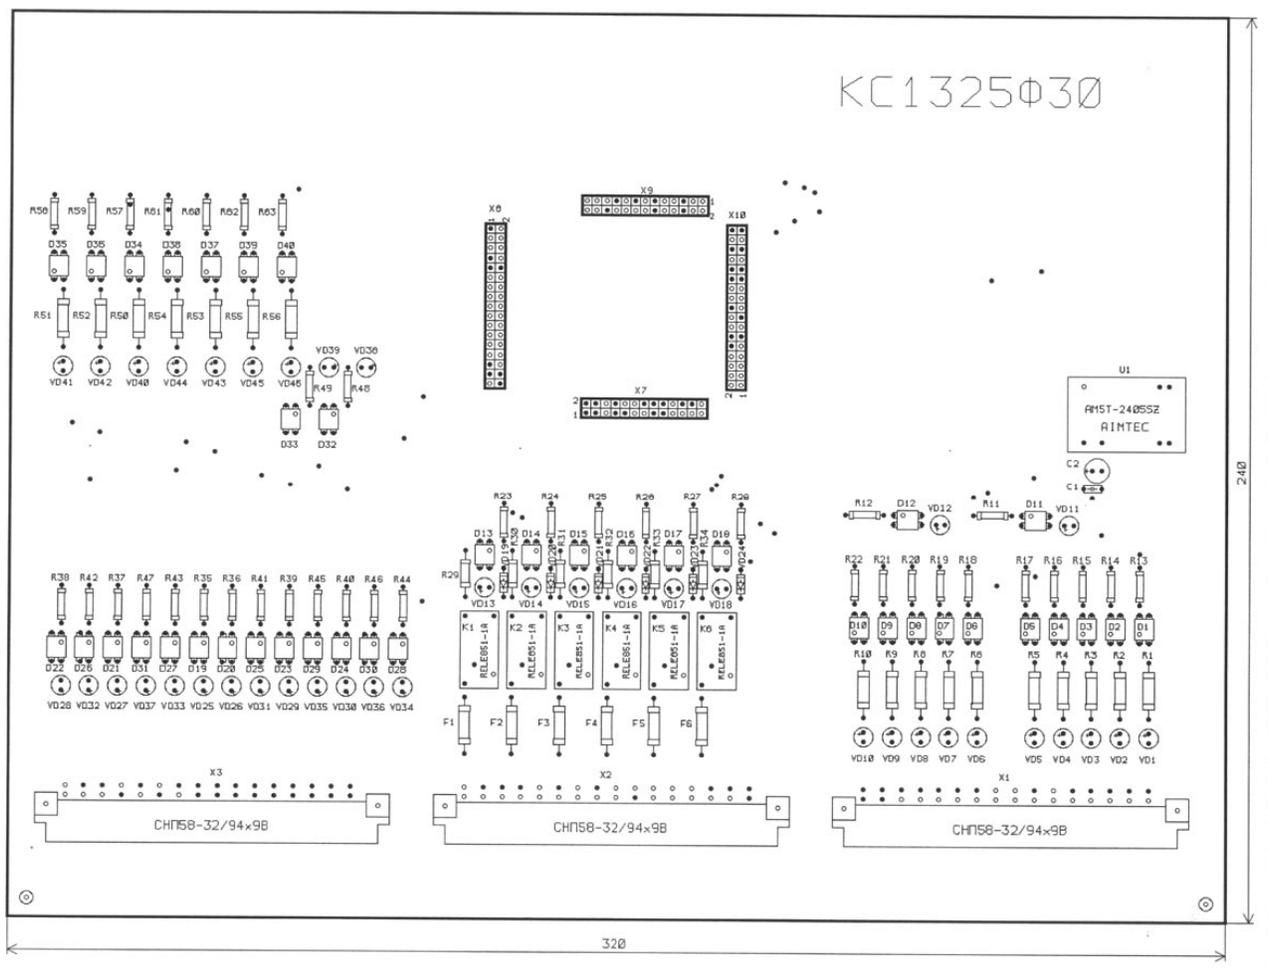

Рис. 2
**Несущая плата KC1325** представлена на рис. 2. Питание платы осуществляется от источника постоянного тока напряжением 24 В. Для питания внутренних элементов платы используется напряжение +5В, которое формируется преобразователем U1. Модуль процессорный EP1K соединяется с платой KC1325 посредством разъемов X7, X8, X9, X10.